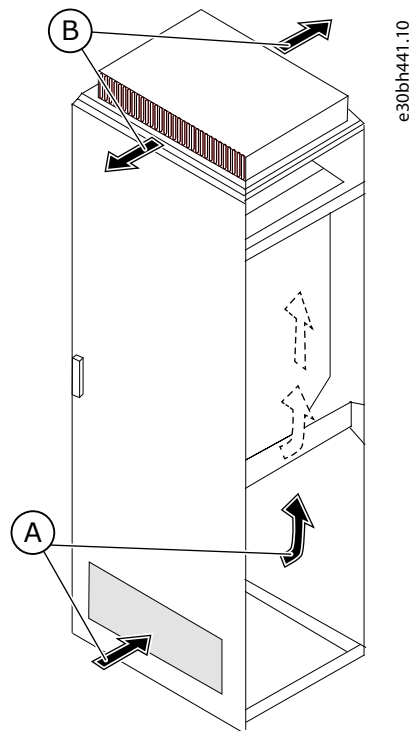

Abbildung 9: Kühlluftstrom im Schaltschrank
- Oben am Schaltschrank müssen Luftauslässe vorhanden sein. Siehe die Mindestgrößen der Lufteinlassöffnungen in Tabelle 6 und die empfohlene Anordnung in Abbildung 9.